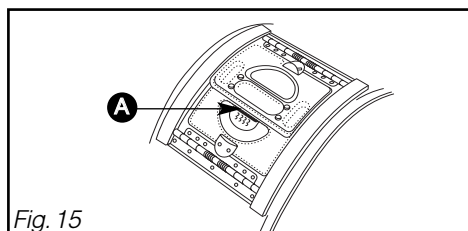

Fig. 15
Pour un bon verrouillage, vérifiez que le liseré bleu (A) du poussoir est bien visible (Fig. 15).